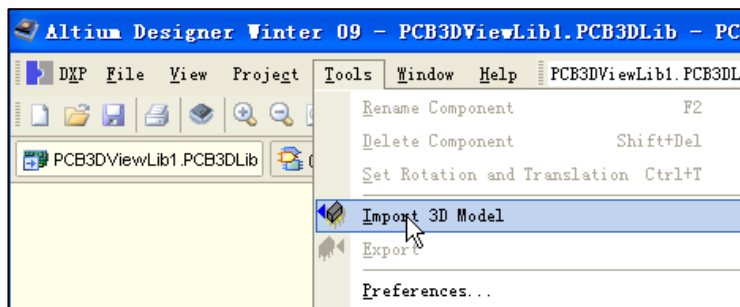

图5-37 导入3D模型
- ❖ 2.先要用结构软件（如AutoCAD）设计好元器件的3D模型，然后以stp的格式导出文件。启动Altium Designer软件,执行Tools→Import 3D Model命令把建好的3D模型导入到建好的3D库中并进行保存，如图5-37所示。